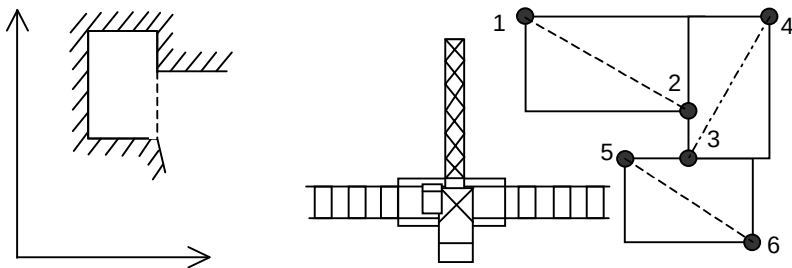

Рисунок 20 – Варианты построения погрузочно-разгрузочных площадок
Разгрузочная площадка (см. рисунок 20) состоит из прямоугольных участков (до 10) и при установке координатной защиты разгрузочной площадки вводятся координаты точек, принадлежащих концам диагоналей этих "прямоугольников". Стороны "прямоугольников" располагают параллельно осям системы координат.
- подведя крюковую обойму к первой (заранее назначенной) точке ввода (см. рисунок 20), записать ее координаты нажатием кнопки "↵";